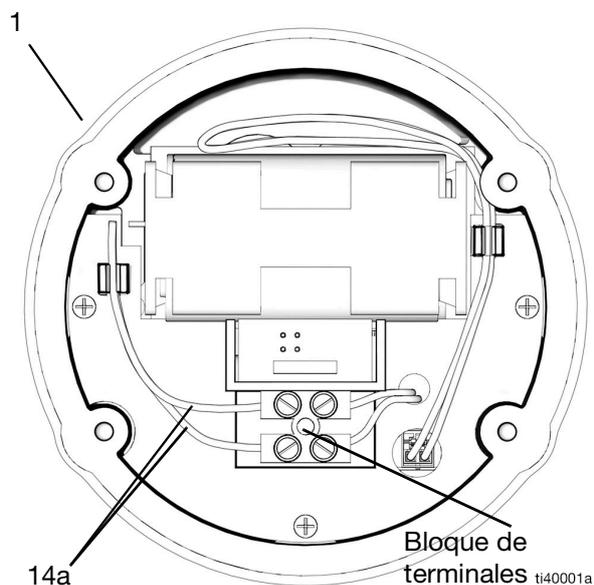

FIG. 40
- Desconecte los cables solenoides (14a) del bloque de terminales del bisel (1) (FIG. 40).
16. Vuelva a conectar los cables de solenoide (14a) en el bloque de terminales del bisel (1). Los cables son independientes de la polaridad, así que coloque cada cable en la apertura de cada terminal, consulte la FIG. 40 en la página 19.